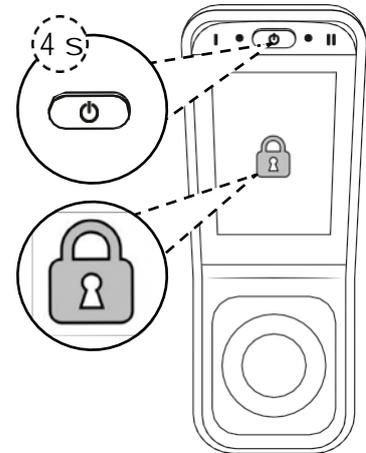

Fig. 5.13. Chiusura a chiave del LiNX REM400.
2. Per disattivare il blocco a chiave, premere l'interruttore principale e attendere fino a quando il lucchetto viene visualizzato sul display, vedere Fig. 5.13. Premere il tasto entro sul lucchetto per 10 secondi e tenere premuto il simbolo finché non viene visualizzata la funzione di guida o di seduta.